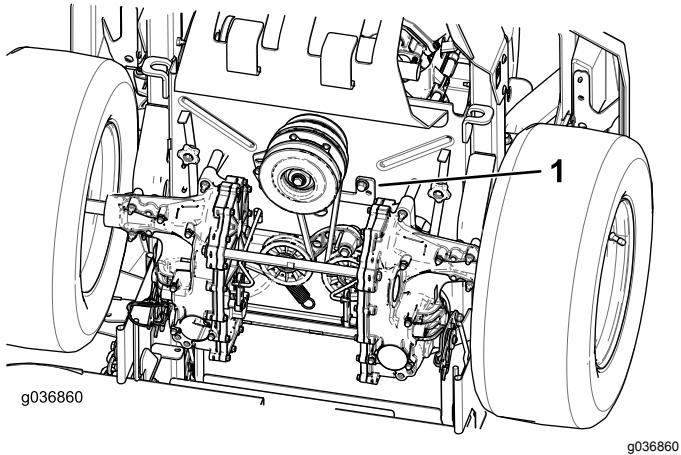

Bild 66
- Entfernen Sie den Kupplungsanschlag (Bild 66).
- Montieren Sie den Kupplungsanschlag (Bild 66).